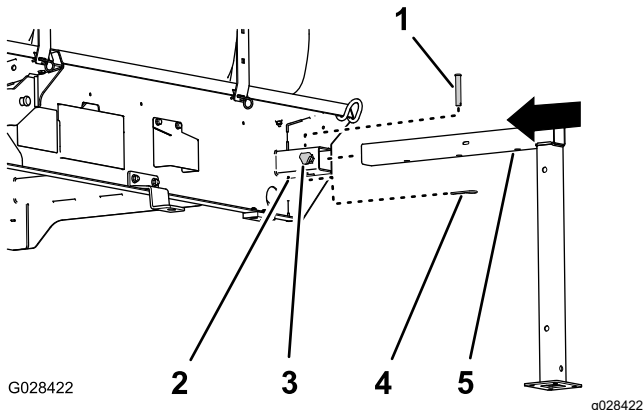

Bild 99
1. Fluchten Sie den vorderen Stützbock mit der Stützbockaufnahme vorne am Behälter aus (Bild 99).
2. Setzen Sie den Stützbock in die Aufnahme, bis das mittlere Loch im horizontalen Stützbockrohr mit dem Loch oben an der Aufnahme ausgefluchtet ist (Bild 99).
4. Schrauben Sie ein Sperrhandrad in die Aufnahme und ziehen Sie es handfest an (Bild 99).